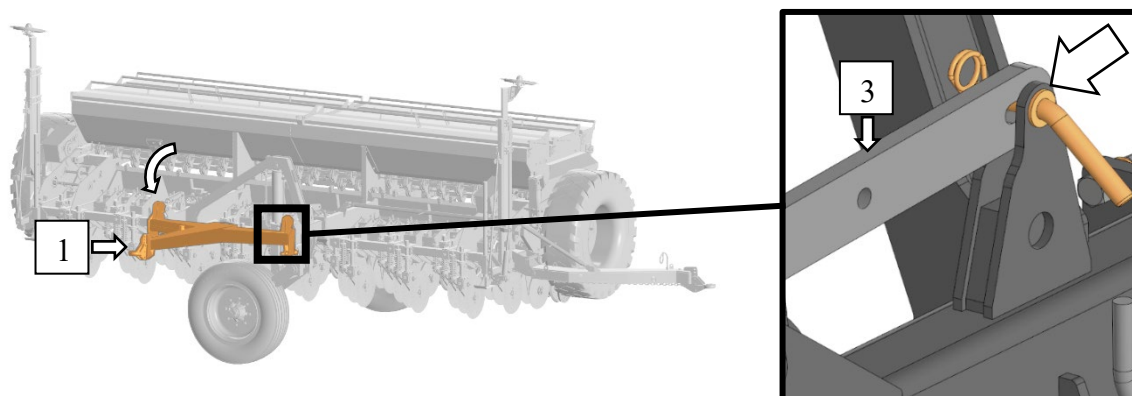

Рисунок 20 – Перевод центрального фаркопа в рабочее положение
2. Управляя гидроцилиндром с помощью распределителя трактора, перевести центральный фаркоп (1) в рабочее положение. Зафиксировать планку (3) центрального фаркопа (1) с помощью фиксатора и шплинта, рис. 20.